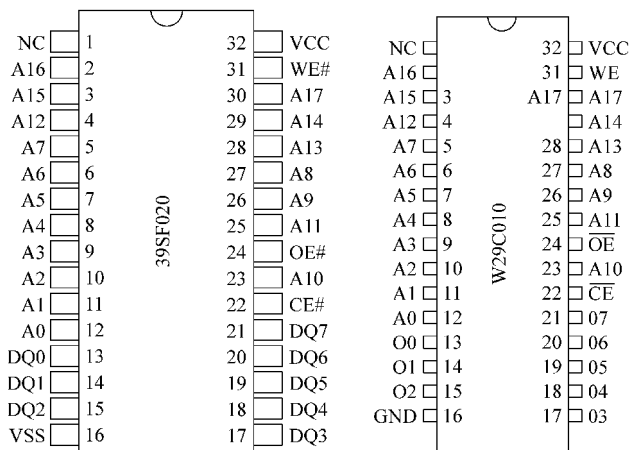

图 6-1 两种代用 BIOS 芯片引脚排列规律对比
2) 该主板使用的 BIOS 芯片为 Winbond 的 W29C010，可用 SST 的 39SF020 代用。两者的 BIOS 芯片引脚排列规律完全相同，如图 6-1 所示。